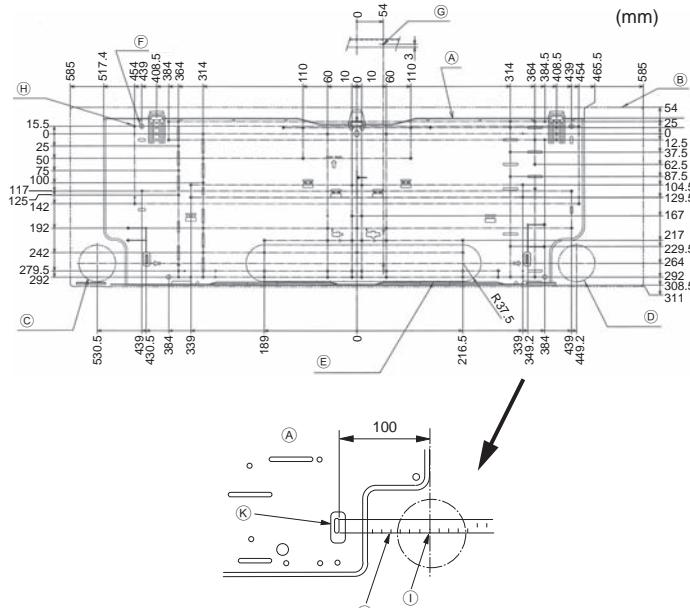

Fig. 3-2
■ PKFY-P-VKM-E (Fig. 3-2)
- Ⓐ Piastra di montaggio ①